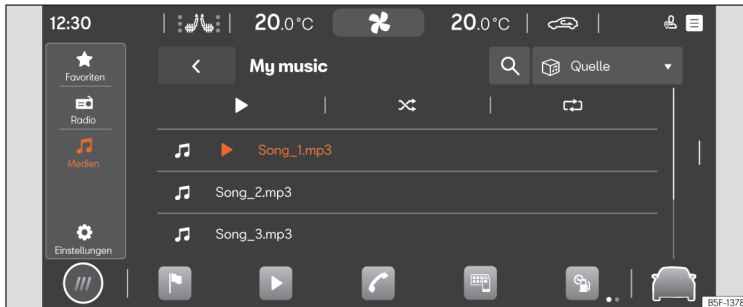

Abb. 155 Schematische Darstellung: Ansicht Medien
- Drücken Sie **HOME** > ► > » **Abb. 155**.